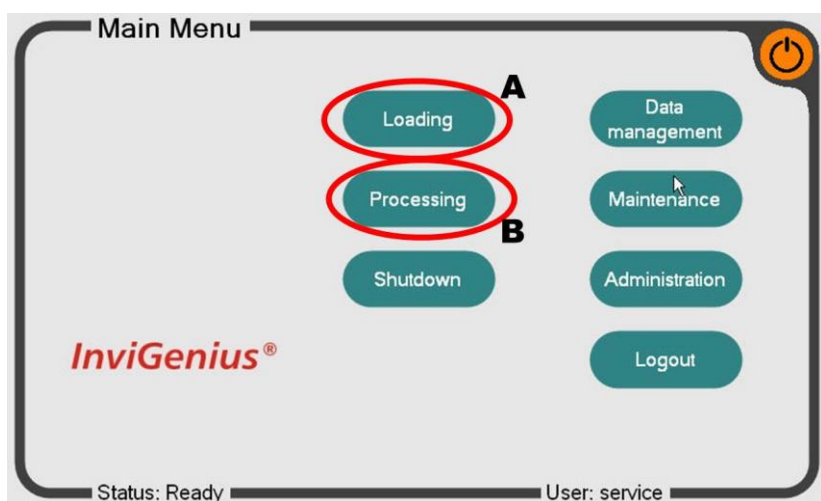

Figura 2: Menu principal do software InviGenius®
Após iniciar a sessão, aparecerá a tela principal “Main Menu” do software InviGenius® (Figura 2). Selecione “Loading” (A) para prosseguir com o carregamento do sistema ou selecione “Processing” (B) para definir e executar um ensaio se o sistema já tiver sido carregado.